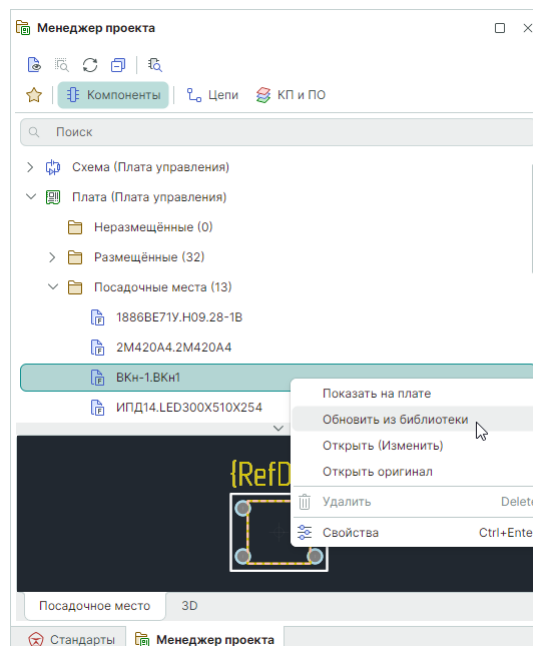

Рис. 160 Приведение посадочного места в соответствие с библиотекой ЭРИ
2. Вызовите контекстное меню и воспользуйтесь пунктом «Обновить из библиотеки», см. Рис. 160.